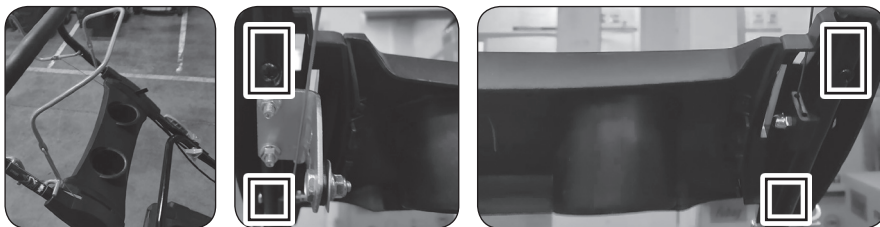

Рис. 13
- Установите панель – подстаканника на верхнюю часть рукоятки, зафиксируйте её отверткой с задней стороны при помощи 4 винтов (Рис.13).